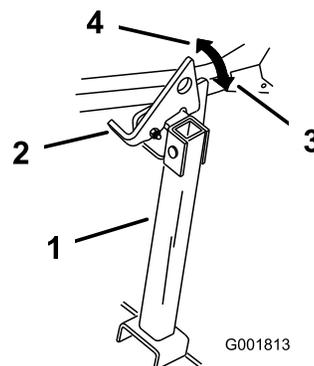

Рисунок 46
- Поднимите защелку в разблокированное положение (Рисунок 46).